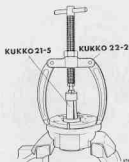

Fig 167. Demontering av nbbfager.
9. Demontera skivorna 11 om dessa behövs byta, eller för att underlätta tätningsskivningarna 5, se fig 167.